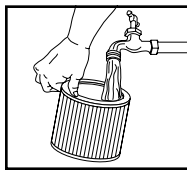

FIGURE 23
28. Ou rincez (depuis l'intérieur du filtre) avec de l'eau. **FIGURE 23.** Laissez sécher complètement (environ 24 heures).